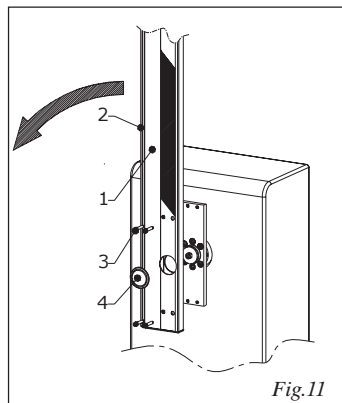

Fig.11
SPIN 3 - 4 (Fig.11)
- Introduzcan la barra, ref.1 fig.11.
NOTA: El borde de goma, ref.2 fig.11, debe estar dirigido hacia el sentido de cierre.
- Atornillen los cuatro tornillos suministrados en dotación, ref.3 fig.11
- Coloquen el capuchón en el orificio, ref.4 fig.11.